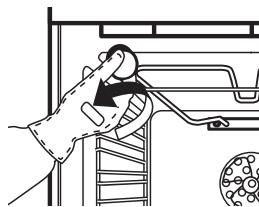

Fig. 5
2. Svitare la copertura della lampada (Fig. 5), sostituire la lampada (vedere la nota per il tipo di lampada) e avitare di nuovo il coperchio della lampada.